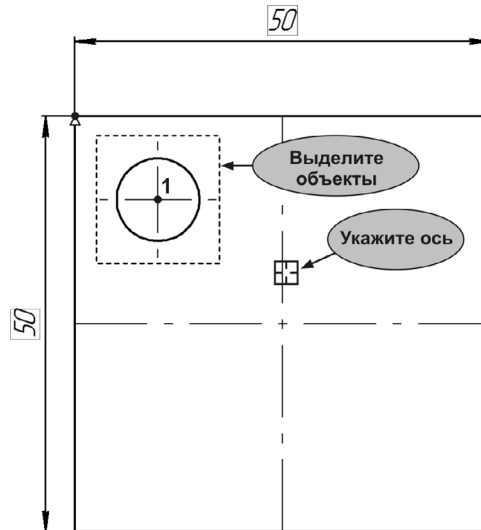

Рис. 62.25.
- 2.4. Щелкните мышью по оси симметрии детали в любой ее точке (рис. 62.25).